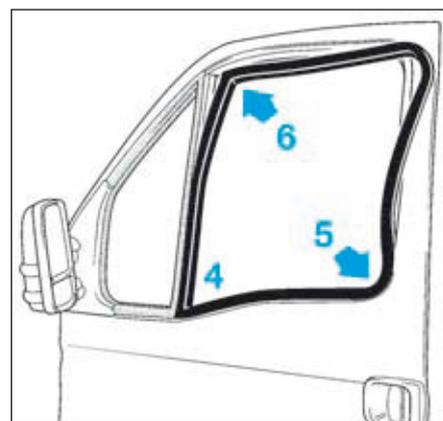

FIG.99
- progressivement le joint de l'angle (4) à l'angle (5) (Fig.99).
- progressivement le joint de l'angle (4) à l'angle (6).